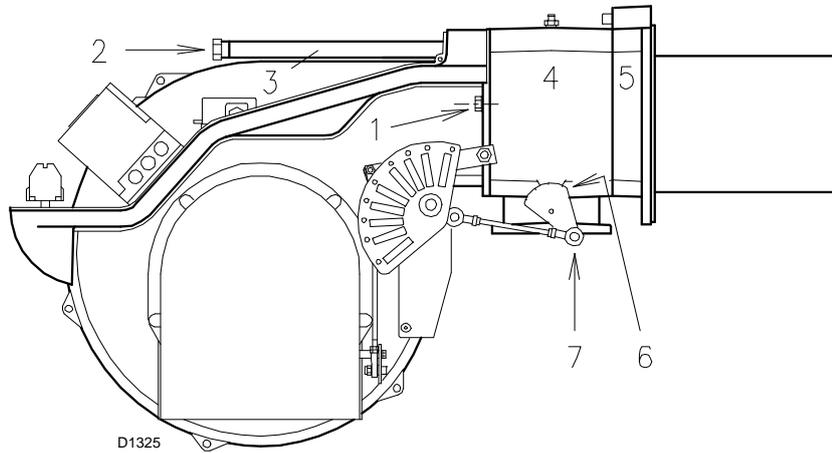

图 17
- ▶ 插好探针及电极电缆，然后将燃烧器推到管路连接处至图 17 所示位置；